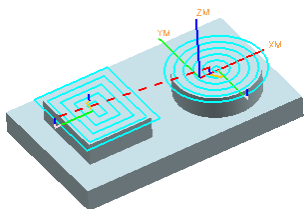
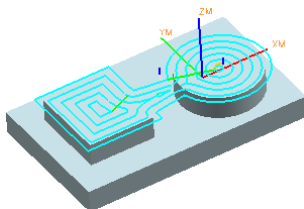
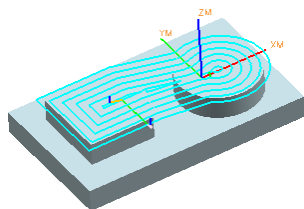

图 3.3.14 刀路轨迹（一）
图 3.3.15 刀路轨迹（二）
图 3.3.16 刀路轨迹（三）
- ☒ **合并距离**：用于设置加工多个等高的平面区域时，相邻刀路轨迹之间的合并距离值。如果两条刀路轨迹之间的最小距离小于合并距离值，那么这两条刀路轨迹将合并成为一条连续的刀路轨迹，合并距离值越大，合并的范围也越大。读者可以打开文件 D:\ugnx7.9\work\ch03\ch03.03\Merge_distance.prt 进行查看，当合并距离值设置为 0 时，两区域间的刀路轨迹是独立的，如图 3.3.14 所示；合并距离值设置为 15mm 时，两区域间的刀路轨迹部分合并，如图 3.3.15 所示；合并距离值设置为 40mm 时，两区域间的刀路轨迹完全合并，如图 3.3.16 所示。